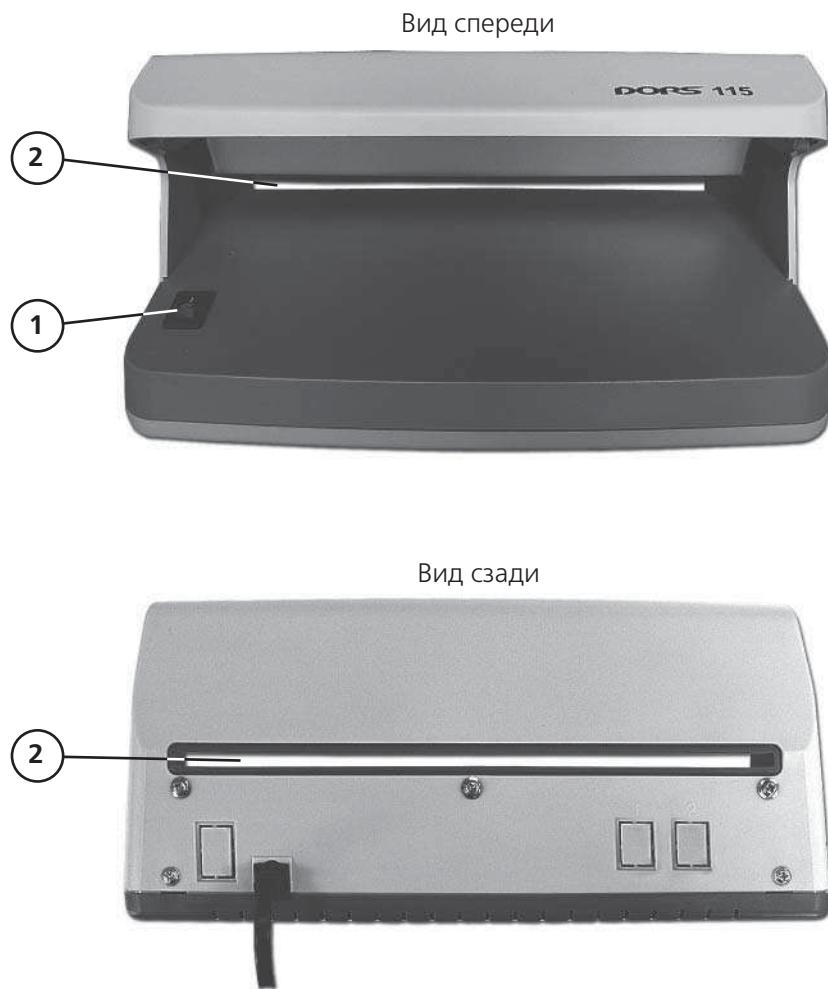
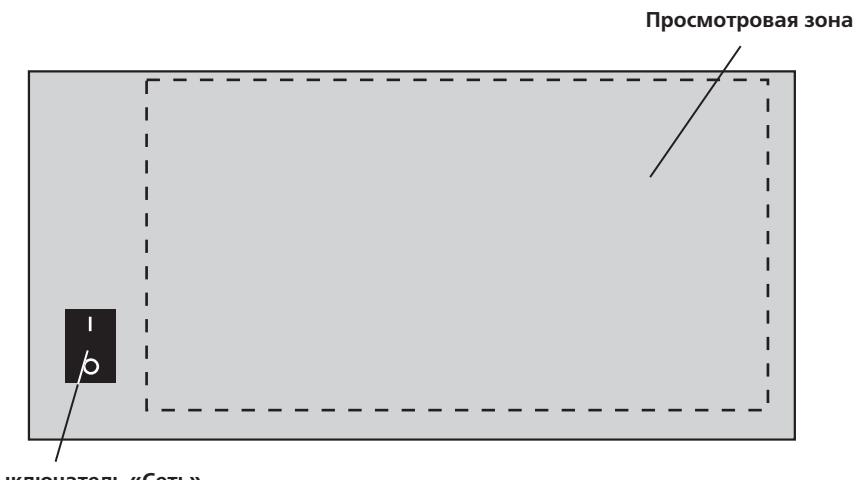

Рис. 1
Рис. 2
1. Подключите прибор к сети (220 В, 50 Гц). Включите прибор нажатием клавиши выключателя «Сеть» на передней панели (рис. 1, поз. 1) – просмотровая зона (рис. 2) осветится синим светом.
2. Расположите одну или несколько банкнот на передней панели прибора в просмотровой зоне (рис. 2).